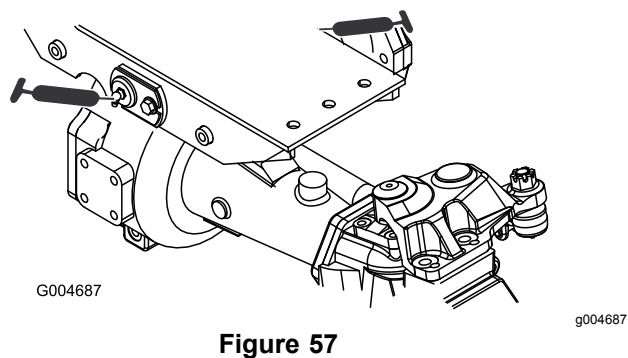

Figure 57
- 2 bagues de pivot d'essieux avant et arrière (Figure 57)